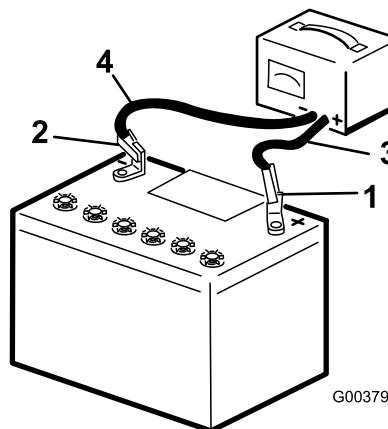

Figura 39
3. Caricate la batteria per 10 o 15 minuti a 25 – 30 A o 30 minuti a 4 – 6 A (Figura 39). Non sovraccaricate la.
4. Quando la batteria è completamente carica, staccate il caricabatterie dalla presa elettrica e scolligate i cavi di ricarica dai poli della batteria (Figura 39).